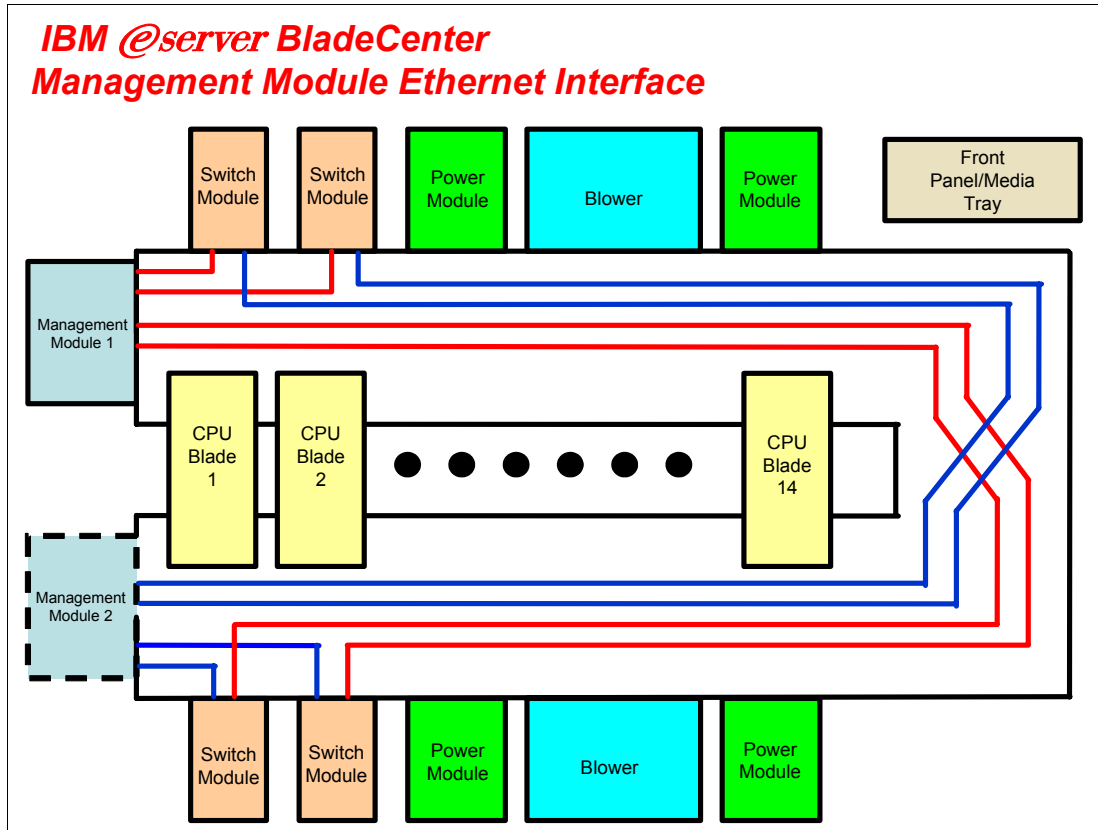

図 2-3 管理モジュールのイーサネット・インターフェース
8 ページの図 2-3 は、管理モジュール (MM) のインターフェースを示しています。スイッチ・モジュールは、100 Mb イーサネット・インターフェースを使用して、アクティブな管理モジュールによって構成されます。各管理モジュールには、スイッチ・モジュールごとに1つずつ、4つの100 Mb イーサネット・インターフェースがあります。各スイッチ・モジュールには、管理モジュールごとに1つずつ、2つの100 Mb イーサネット・インターフェースがあります。次のリストは、経路指定を示しています。